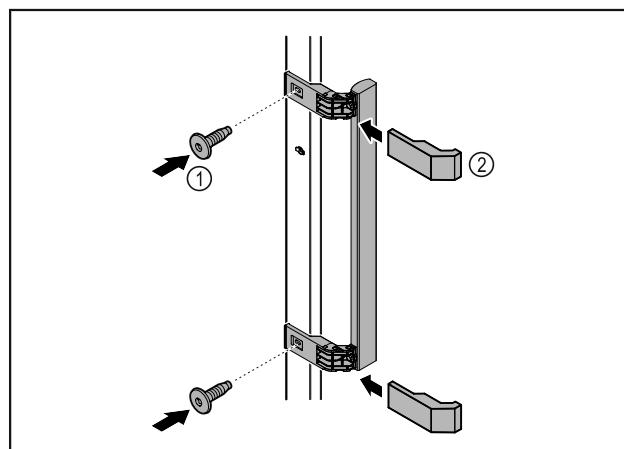

Fig. 9
- Ручку з комплекту додаткового обладнання з доданими гвинтами Fig. 9 (1) розмістити на дверях.
- Встановити кришку Fig. 9 (2).